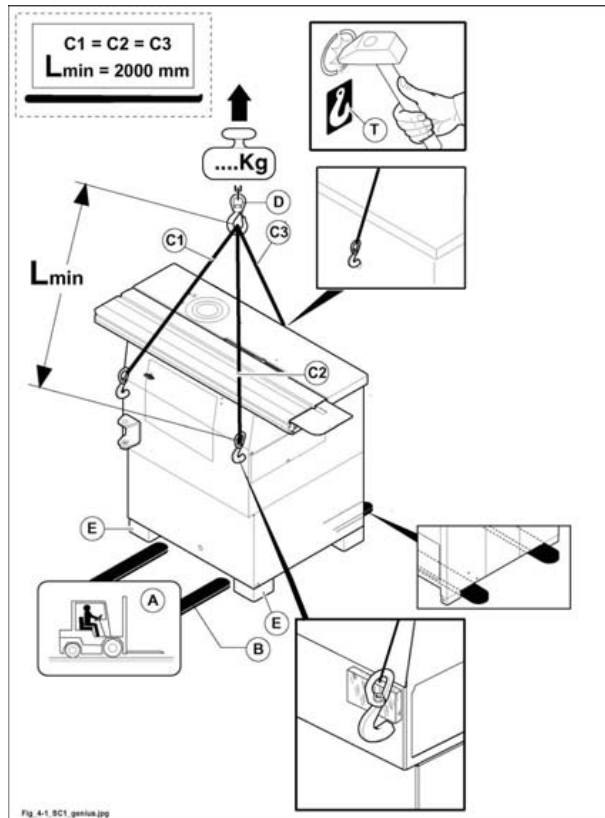

Fig. 4.1
- aprire le forature già predisposte e segnalate dall'apposita targhetta (T fig. 4.1), come indicato in figura;
- predisporre le cinghie (C fig. 4.1) di uguale lunghezza e portata adeguata (lunghezza minima cinghie 2000 mm);
- agganciare le cinghie al carro ponte (D fig. 4.1) di portata adeguata;
- procedere all'assestamento delle cinghie (C fig. 4.1), muovendo il carro ponte con brevi spostamenti fino al raggiungimento della condizione di stabilità ottimale;
- predisporre un carrello elevatore (A fig. 4.1) di portata adeguata;
- inserire le forche (B fig. 4.1) come da figura (tenendole accostate ai due piedi (E fig. 4.1) e verificare che queste fuoriescano di almeno 15 cm dalla parte posteriore del basamento.